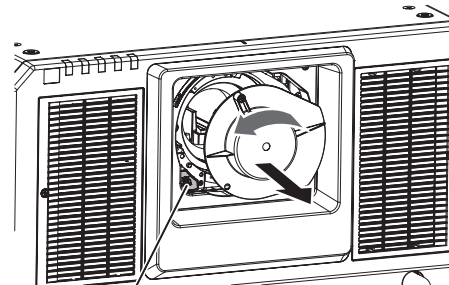

Figura 2
2) Extraiga la cubierta de la zona de la lente. (Figura 2)